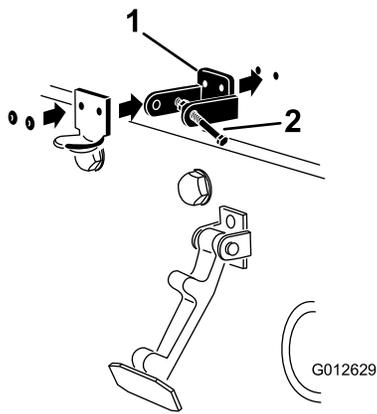

Figura 5
4. Ao alinhar os furos de montagem, posicione o suporte do trinco CE e o suporte do trinco do capot no capot (Figura 5).
6. Aplique rebites nos suportes e nas anilhas ao capot (**Figura 5**).